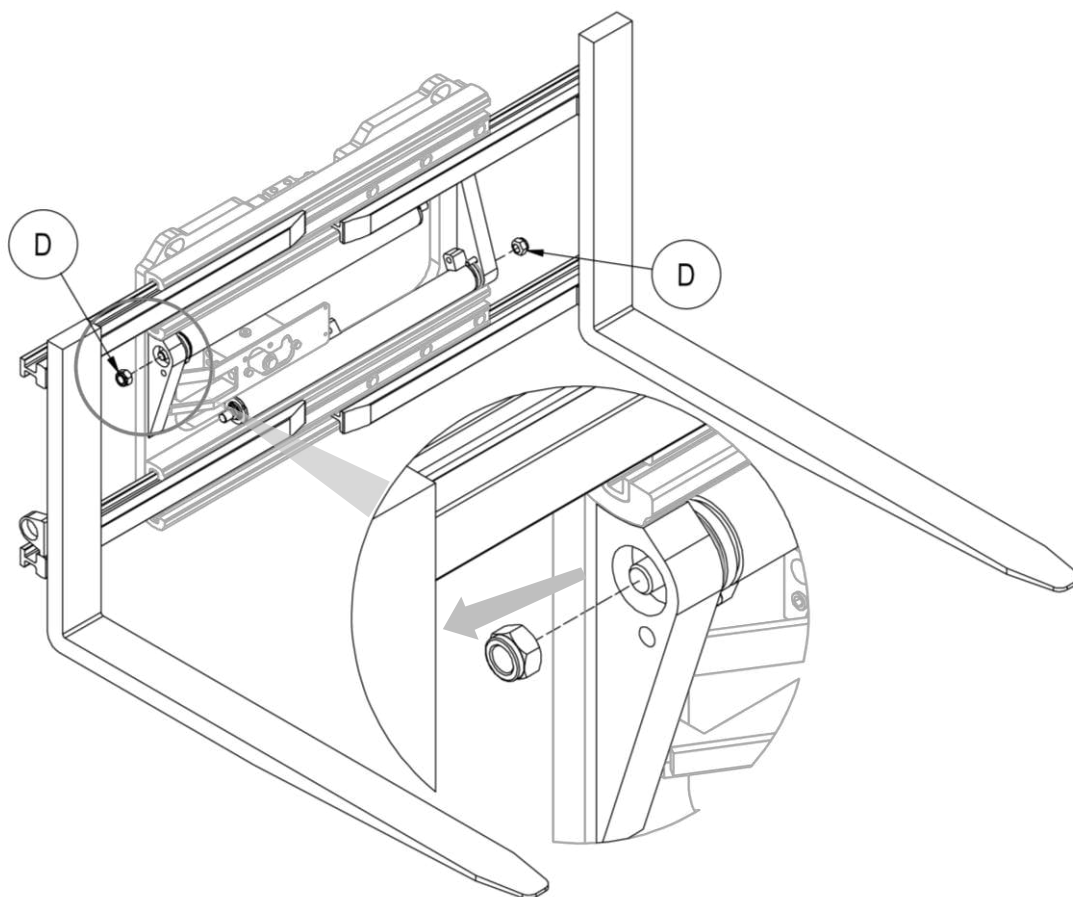

Figura 29
7. Rimuovere i dadi **D** che vincolano i cilindri alla struttura dell'attrezzatura e rimuovere i cilindri stessi, prestando attenzione a non danneggiarli (vedi *Figura 29*).